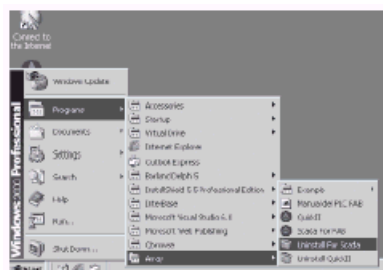

Fig. 2-8 Desinstalación del Sistema 1
Paso 7. Desinstalación del sistema. Se efectúa cuando el sistema ya no se necesita más o cuando no funciona normalmente. (Antes de desinstalar haga un backup (copia) de los datos. En los próximos capítulos le enseñaremos cómo copiar los programas para backup). Luego utilice agregar/quitar programas en el Panel de Control del sistema, Fig.2-8, seleccionando **Scada for FAB** y luego haciendo clic en **Agregar/Borrar** y siguiendo las indicaciones.